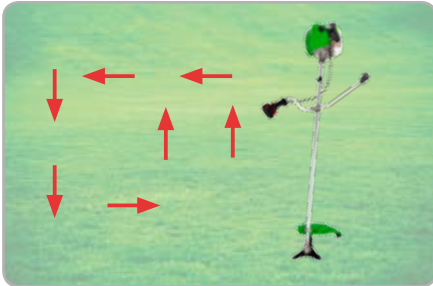

Fig.12
- Începeți să cosiți din punctul cel mai exterior al suprafeței, totodată alegeți-vă modul de cosit, puteți cosi spre dreapta sau stânga. Este recomandat să nu cosiți în ambele sensuri, deoarece riscați să calcați fânul cosit în sensul de întoarcere, conform (fig.12).